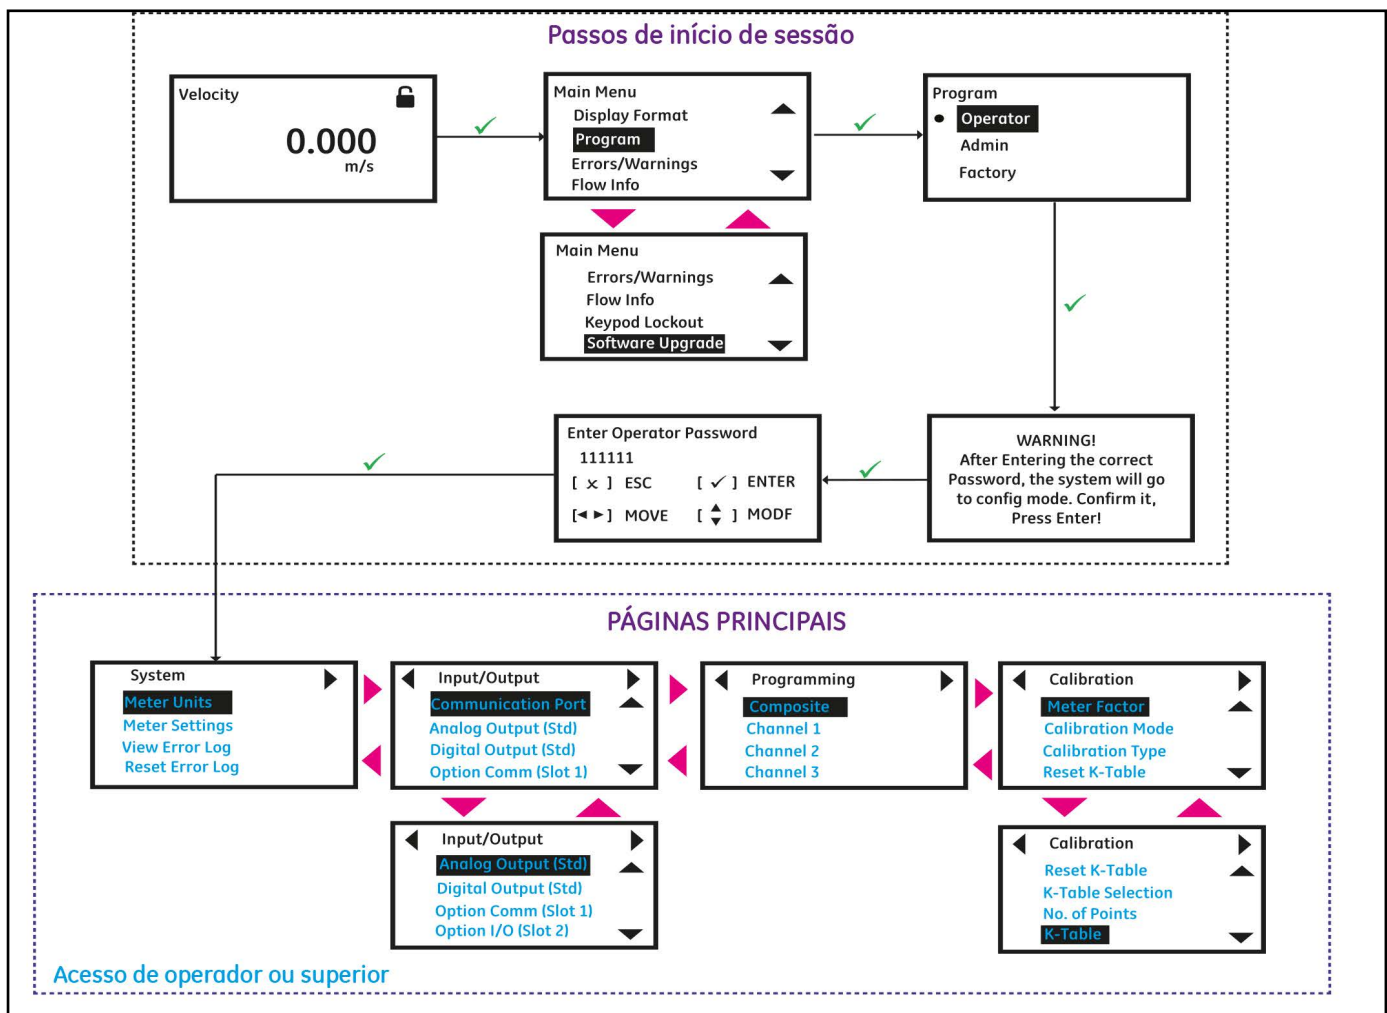

Figura 27: Passos de início de sessão e páginas primária
5. Depois de concluir o início de sessão, verá as páginas de início de sessão como mostradas em *Figura 27*. Para passar de uma página para a seguinte, pressione [◀] ou [▶] e para se deslocar pelas opções de uma página, pressione [▲] e [▼].